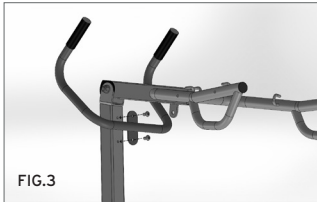

FIG.3
5. Posizionare la maniglia sulla colonna e fissarla con le 2 viti. (Fig.3)